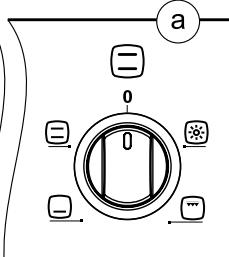

Рис. 8
- ручкой режимов работы устанавливается необходимый способ приготовления (рис. 8);